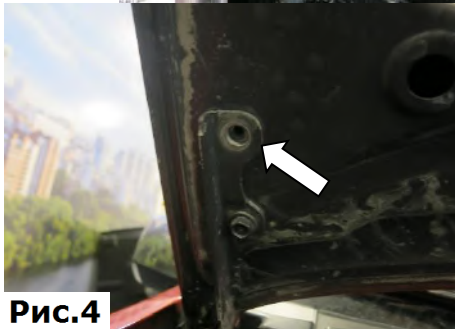

Рис.4
4. Открутить верхний болт крепления капота торцевой головкой №12, (Рис.4).